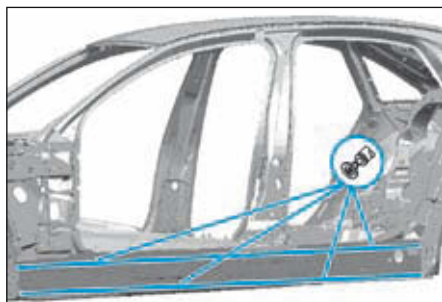

FIG.52
- Retirer les morceaux des tôles restant (Fig.52).